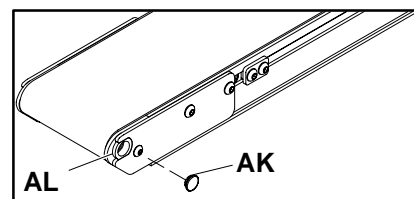

Figure 15
Toutes les positions non entraînées disposent d'un bouchon de plastique (AK de la figure 15) installé sur les extrémités de la poulie qui retient les entretoises (AL). Utilisez un petit tournevis plat pour retirer ce bouchon.
Glissez les entretoises (AH) dans les ouvertures situées dans les brides de maintien de la poulie (AJ), et la poulie (AI) de chaque côté. Mettez le bouchon plastique (AK de la figure 15) dans les extrémités des entretoises de maintien de la poulie (AL).